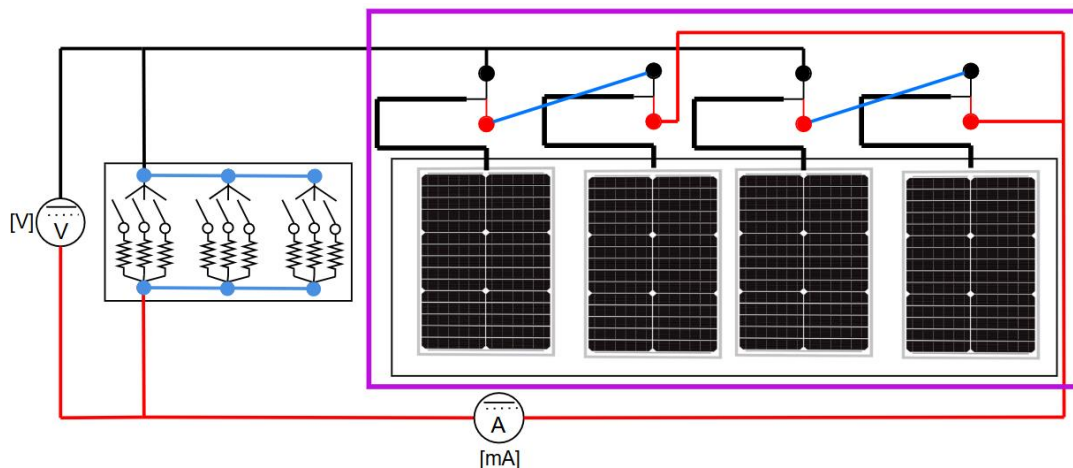

Fig. 33. Diagrama para la conexión de cuatro paneles solares en conexión serie-paralelo bajo carga.
1. Realice la conexión mixta con el uso de los cuatro paneles solares, considere lo que está dentro del rectángulo morado de la **Fig. 33**. Observe la secuencia de conexión, primero se realizan dos conexiones en serie por separado, cada una con 2 paneles y posteriormente la conexión en paralelo entre ellos.
2. Conecte un multímetro en circuito abierto en su función de voltaje de cd, como el voltímetro de la **Fig. 33**, omita el módulo de resistencias y el medidor de corriente.
5. Apague las lámparas halógenas y conecte el módulo de carga resistiva EMS 8311 y los dos multímetros como se mostró en la **Fig. 33**.